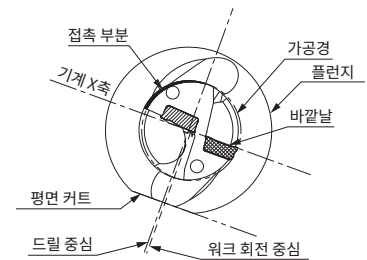

Fig. 4 홀경이 너무 작은 경우
- ①드릴의 바깥날 상면이 공구대 경사 각도와 거의 평행이 되도록 설정하십시오.(Fig. 4참조)
- ②드릴의 편심 슬리브 기준용 마크(DRZ:볼트 중앙)를 기준으로 슬리브의 플런지 단면을 조정 눈금(선반)에 맞추십시오.
- ③코어가 전혀 남지 않는 경우는 플러스 방향으로, 직경 1mm 이상의 큰 코어가 남는 경우는 마이너스 방향으로 조정하십시오.
- ④슬리브를 돌릴때는 드릴 부속의 렌치를 슬리브의 플런지 외주의 홀에 삽입하여 돌리십시오.
- ⑤선반 툴 홀더의 나사로 슬리브의 개구장에서 다이렉트로 드릴 본체를 고정하십시오.
단, 가공 홀경을 드릴경 보다 0.2mm 이상 작게하면 홀더 본체의 외주부가 홀과 간섭됩니다.(Fig. 4)